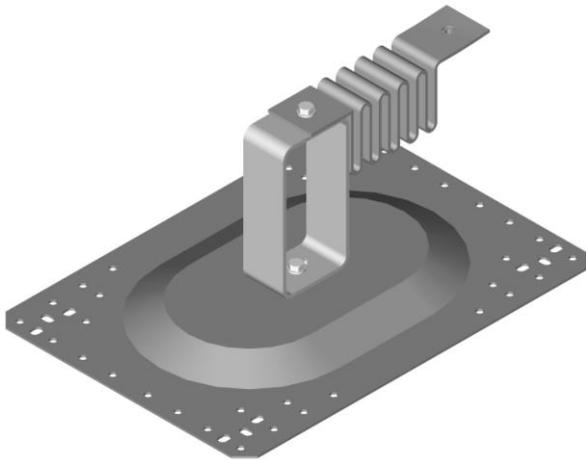

Abbildung 13 – Grundplatte, Endpfosten und Falldämpfer
5. Achten Sie darauf, dass die Wände des Pfostens parallel zur Längsrichtung der Grundplatte liegen (s. Abb. 13).